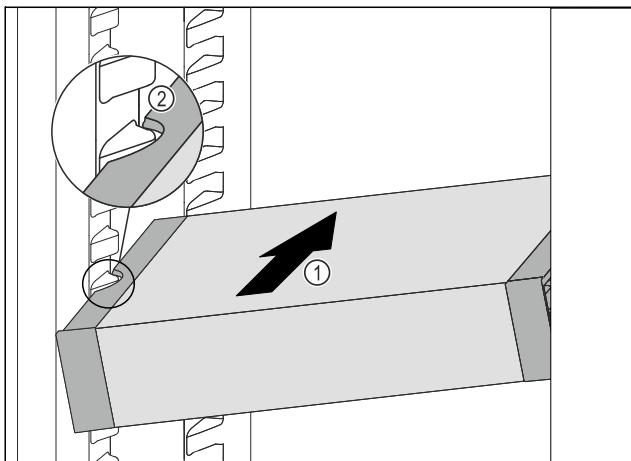

Fig. 75
- Вдвигайте VarioSafe под наклоном в холодильное отделение Fig. 75 (1), пока боковые выемки Fig. 75 (2) VarioSafe не окажутся на высоте выступа резервуара в холодильном отделении.